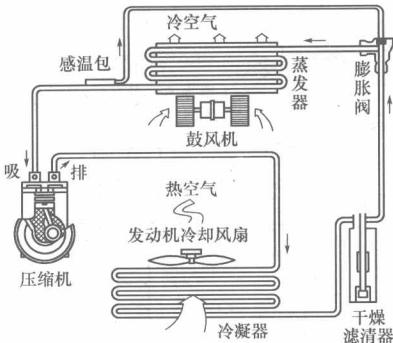

图 1-4 空调制冷系统结构
(1) 制冷系统。其结构如图 1-4 所示。它的作用是对车室内的空气或由外部进入车室内的新鲜空气进行冷却或除湿，使车内空气变得凉爽舒适。